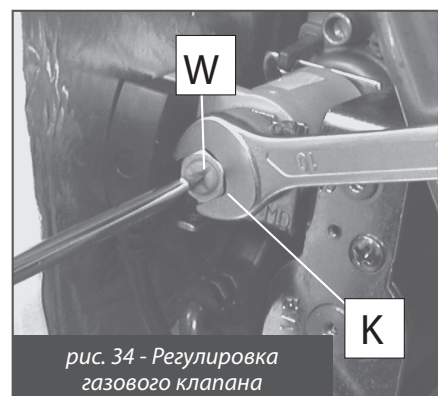

рис. 34 - Регулировка газового клапана
- вращая гайку **K** (внешнюю) ПО ЧАСОВОЙ СТРЕЛКЕ, увеличить давление на форсунке; вращая ее ПРОТИВ ЧАСОВОЙ СТРЕЛКИ, уменьшить давление на форсунке, в зависимости от необходимости (рис. 34);
- для работы на сжиженном газе, закрутить латунную гайку **K** регулировки давления до упора, вращая ее ПО ЧАСОВОЙ СТРЕЛКЕ (рис. 34).
- удерживая в фиксированном положении гайку **K**, посредством ключа на 10мм, вращать винт **W** ПО ЧАСОВОЙ СТРЕЛКЕ, для увеличения давления; ПРОТИВ ЧАСОВОЙ СТРЕЛКИ, для уменьшения значения давления (рис. 34);